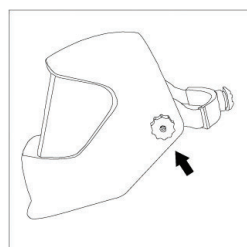

Рис. 8
7.10 Можно изменить угол маски путём регулировки винтов на двух сторонах маски (рис. 8)